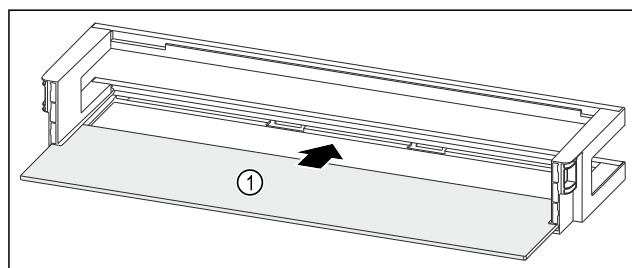

Fig. 232 Deurrek met draagplateau
- Draagplateau Fig. 232 (1) in de zijdelingse uitsparingen schuiven.